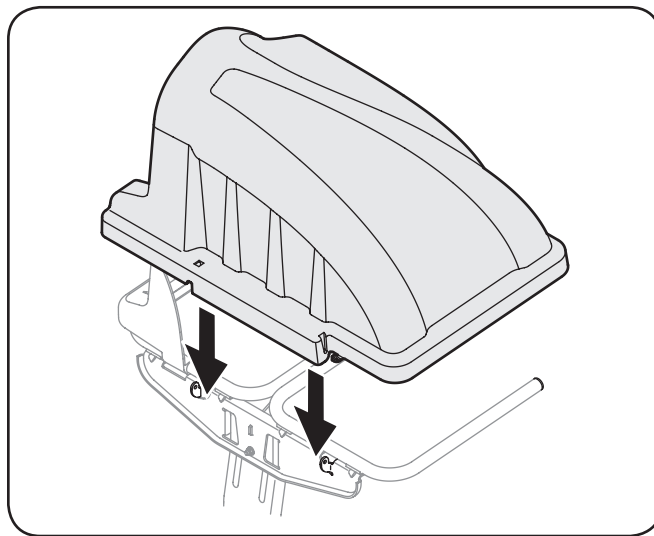

Figure 4-13
5. Installez le couvercle du dispositif d'ensachage sur l'assemblage du support de sac, comme illustré à la Figure 4-13. Le couvercle de plastique doit être installé à l'intérieur des deux languettes de montage.